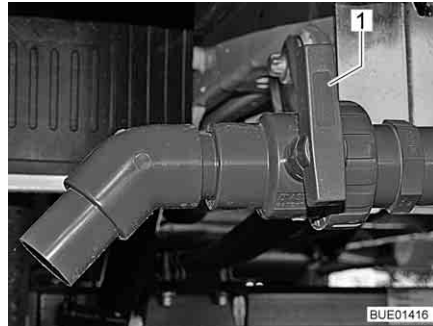

Bild 203 Avtappningskran
- Vrid utloppsventilens handtag (Bild 203,1) i flödesriktningen.